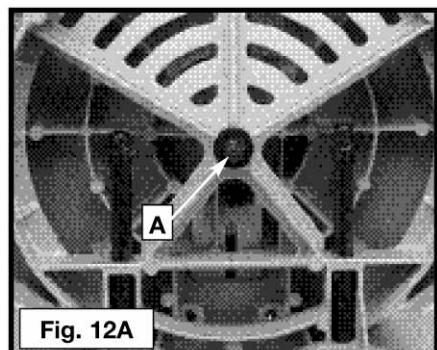

Fig. 12A
Para ajustar o encaixe deslizante entre a bancada móvel e a base, gire a porca (A) Fig. 12A no sentido horário para aumentar o encaixe deslizante (oposto à diminuição do encaixe). Esse ajuste não deve ficar apertado a ponto de restringir o movimento giratório da base, ou frouxo a ponto de afetar a exatidão da serra.